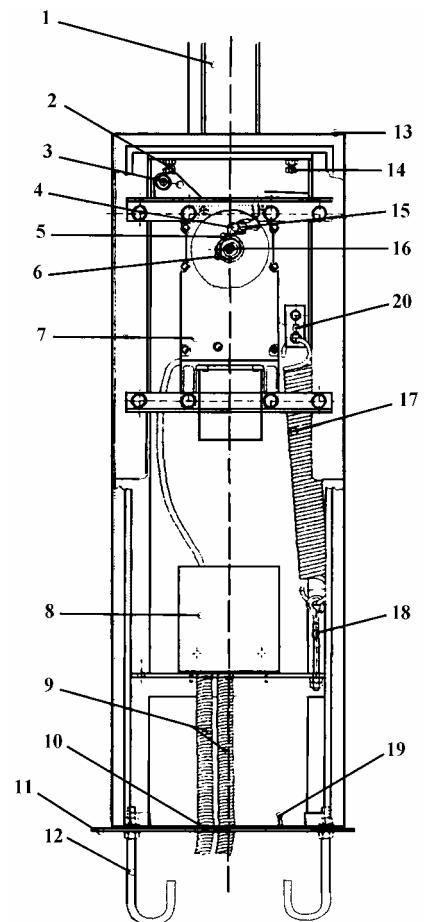

Рис.5 Состав шлагбаума.
Электромеханический шлагбаум SPIN 3, 4, 6, 424 состоит из следующих основных элементов (рис. 5):
- установите вручную фланец крепления стрелы в положение “ОТКРЫТО”, при этом серьга пружины 20 будет находиться в нижнем положении (рис.5);